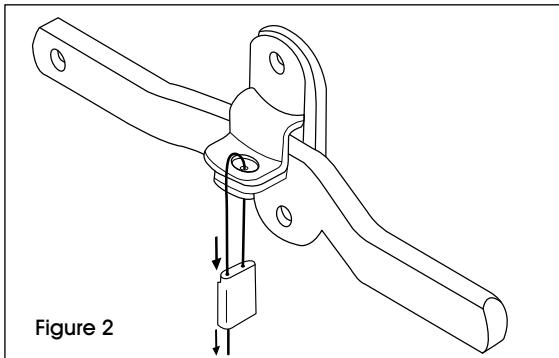

Figure 2
4. Faites passer la longue extrémité de câble à travers l'ouverture du dispositif de verrouillage de l'autre main jusqu'à ce qu'une longueur considérable de câble en dépasse. (Voir Figure 2)